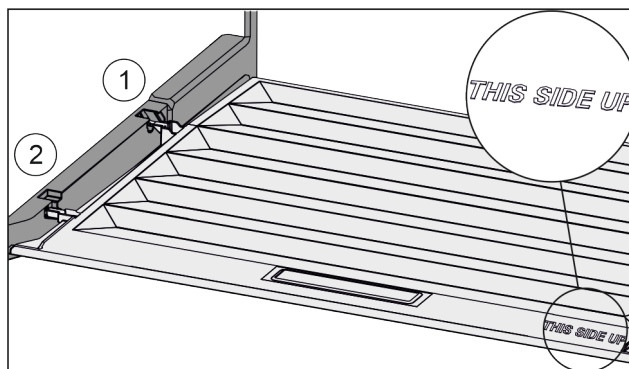

Fig. 108
- ▶ Skyv inn dekseltrinn via åpningen til bakre holder Fig. 108 (1) og klikk dem på plass i fremre holder Fig. 108 (2).